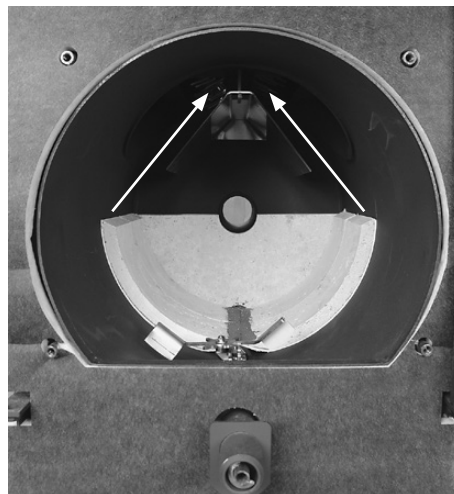

Fig. 10
11. Rimuovere la cenere dalla camera di combustione e dal deflettore in lamiera; al meglio con l'ausilio di un aspirapolvere. Pulire in modo particolarmente accurato l'ingresso dei fumi negli appositi tiraggi (freccie - Fig. 10).